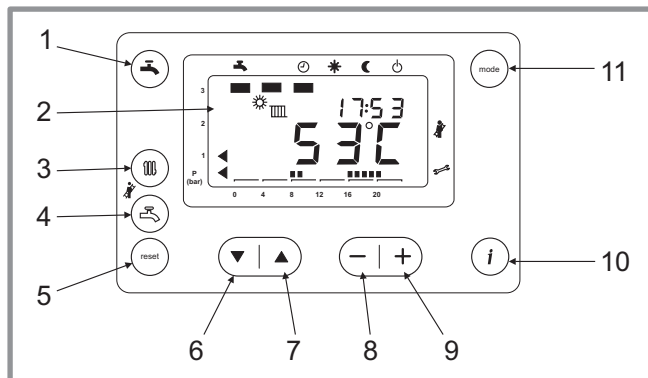

Figure 35 - Tableau de contrôle
Appuyer simultanément sur  et  pendant 6 secondes (repères 3 et 4, figure 35).
• Appuyer sur la touche ▼ (repère 6, figure 35).
Il est possible de contrôler les allures intermédiaires en ajustant le % à l'aide des touches (+) et (-) (repères 8 et 9, figure 35).